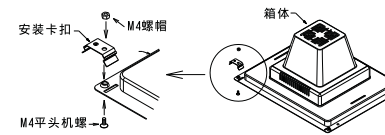

图13
- 1.将安装卡扣一端嵌入箱体边角的长条通孔内，用M4机螺和M4螺帽固定；(图13所示)